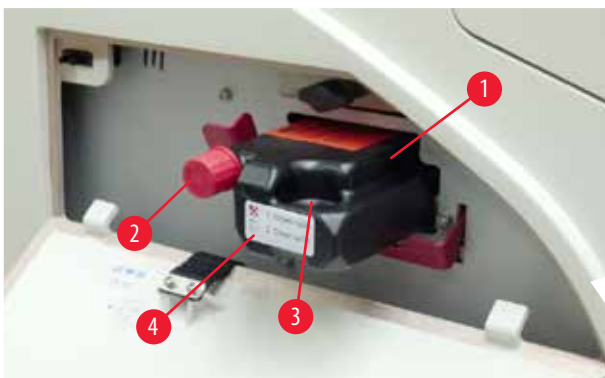

图 57
3. 揭去保护膜，将墨盒向墨盒插槽中插入一半 (→"图 57")。